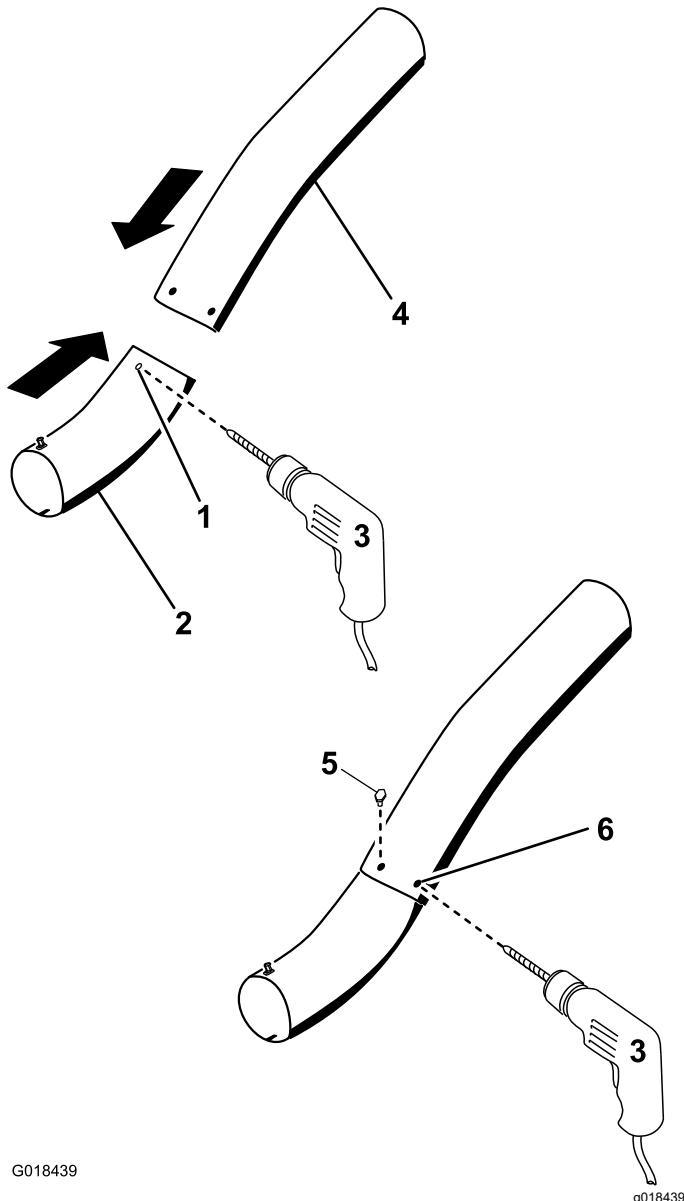

Figure 32
13. En vous servant des trous existants du tube supérieur comme guide, percez 2 trous de 6,5 mm dans les creux du tube inférieur (Figure 32).
18. Fixez les tubes ensemble au moyen des écrous ($\frac{1}{4}''$), comme montré à la Figure 32.